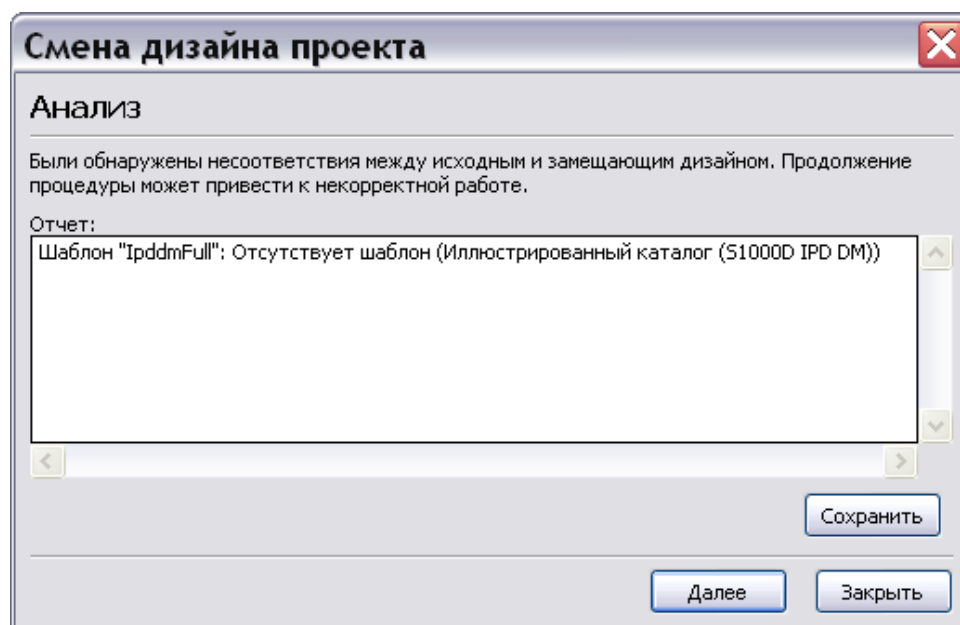

Рис. 2.30
6. Для продолжения процесса смены дизайна нажмите на кнопку **Далее**. После этого происходит проверка на совместимость схем кодирования и выводится отчет о кодах, которых нет в новом дизайне или у которых отличается структура. Также выводится отчет о различии типов МД. Пример отчета показан на Рис. 2.30.